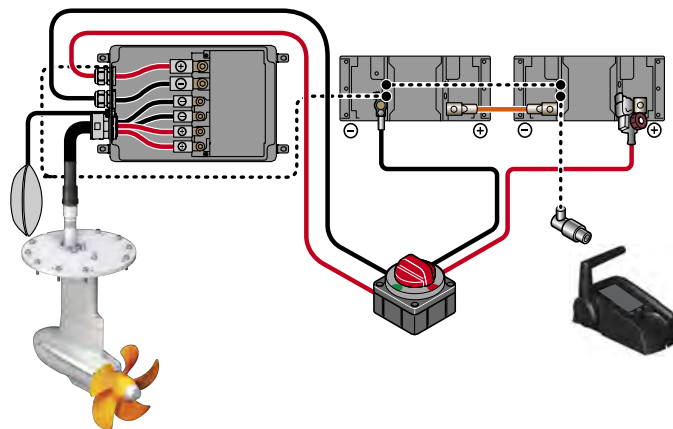

Fig. 58: Schema elettrico Power 26-104
2. Collegare i cavi rimanenti alle batterie, **vedere "Fig. 58: Schema elettrico Power 26-104"**.